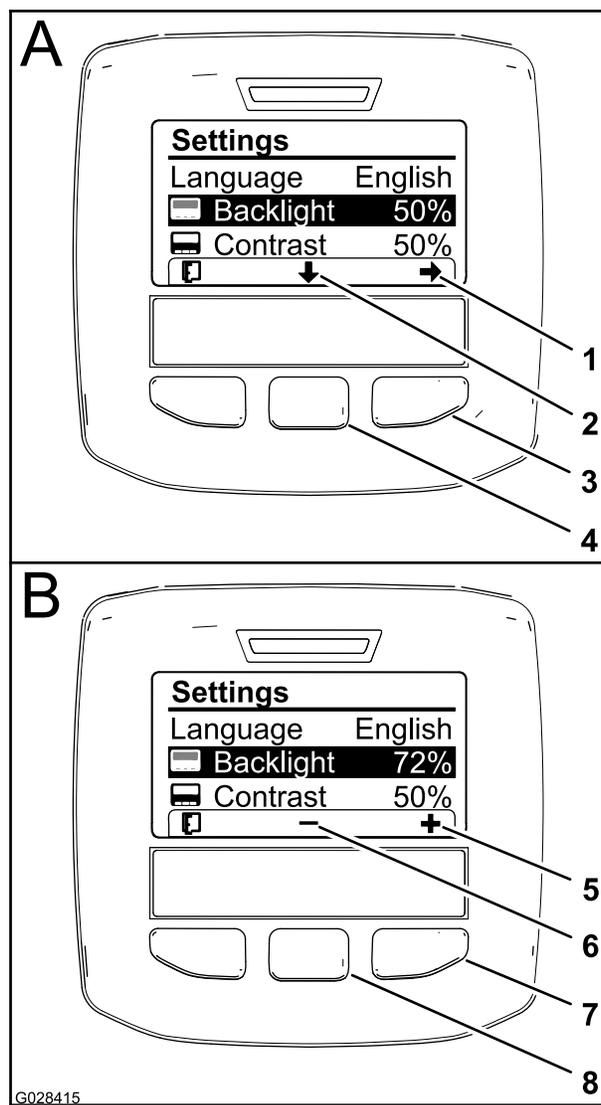

图10
1. 要调节显示屏的背景照明或对比度可按中间选择按钮显示屏上向下箭头图标下方的按钮将选中项向下移至背景照明或对比度设置图10。
2. 按右侧选择按钮以显示值调节内容图10。
3. 使用中间选择按钮和右侧选择按钮改变显示屏的亮度或对比度图10。
4. 按左侧选择按钮保存选择图10。